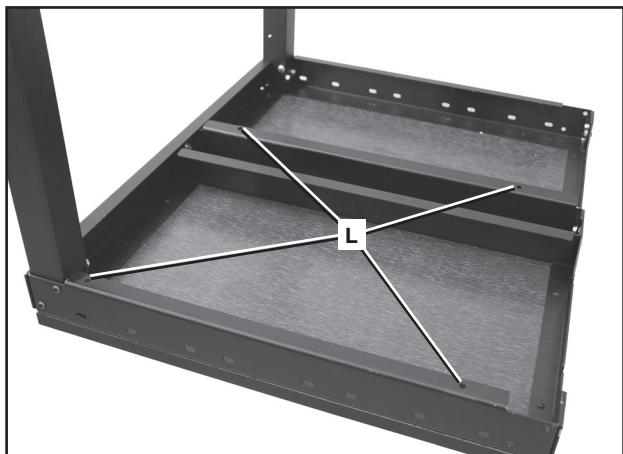
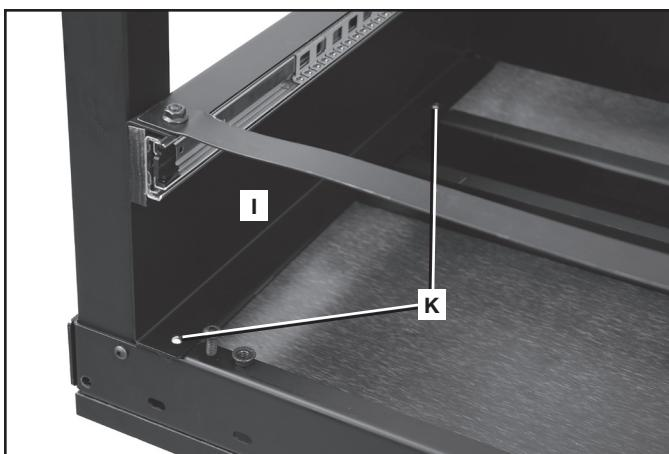

FIG. 7
FIG. 6
De vuelta el marco de la gaveta (I) (como se muestra en la Fig. 6) y alinee los cuatro orificios del marco de la gaveta se muestran dos en (K), Fig. 6, con los cuatro orificios (L), Fig. 7, de la parte inferior de la mesa de extensión.
Anexe el marco al soporte con cuatro tornillos de casquete con cabeza de botón hueca hexagonal de 1/4-20 x 13 mm (1/2 pulgada) y tuercas de brida de 1/4-20. Inserte los tornillos en los orificios (K) Fig. 6 y ajuste por debajo con las tuercas de brida.